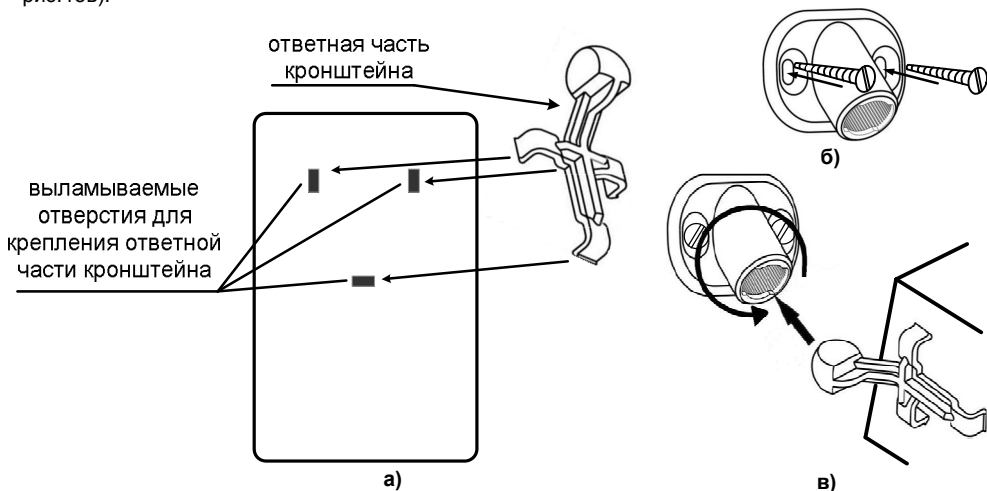

Рис.13
3. Проведите разметку отверстий для монтажа с учетом положения отверстий в основании кронштейна. Закрепите основание кронштейна на выбранном месте стены (рис. 13б).
4. Установите на основание сигнализатора ответную часть кронштейна, предварительно удалив заглушки (рис.13а).
7. Соедините части кронштейна и поверните сигнализатор в нужное положение (см. рис.13в).